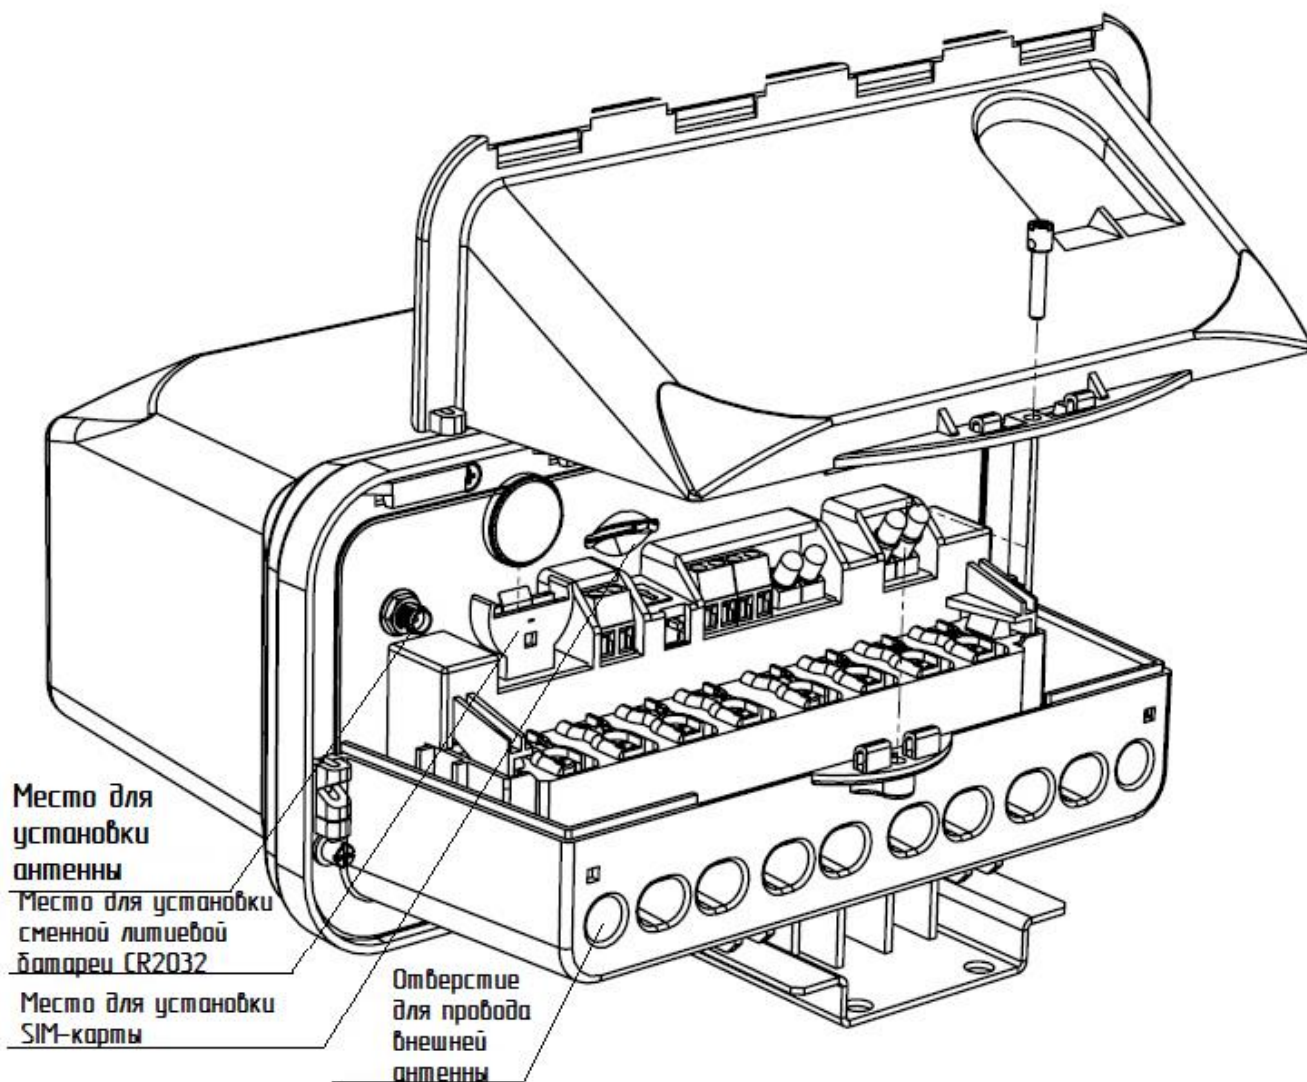

Рисунок 3А – расположение SIM-карты и сменной батареи CR2032
- 3.7 Перед установкой на объект счетчика с интерфейсом GSM установить SIM-карту (рисунок 3А) регионального оператора сотовой связи с отключенным запросом PIN-кода, положительным балансом, подключить GSM-антенну.
3.8 При монтаже счетчика с радиоинтерфейсом подключить RF- антенну (при необходимости). Разъем подключения антенны: SMA–вилка тип IX по ГОСТ 13317-89. Для обеспечения лучшего приема сигнала допускается выносить антенну при помощи кабеля. Кабель внешней антенны рекомендуется продеть через отверстие в крышке измерительного блока счетчика (рисунок 3А).